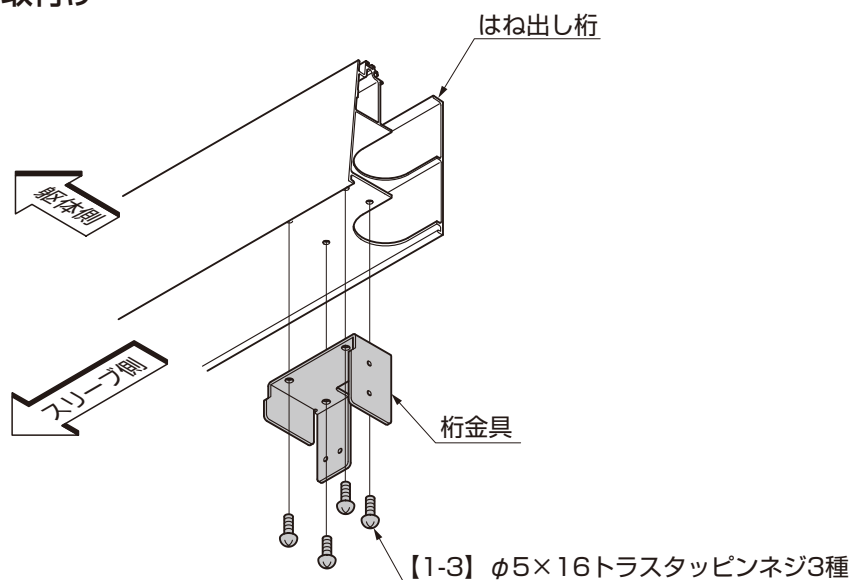

図3-2
①桁金具をはね出し桁に【1-3】で取付けてください。(図3-2参照)